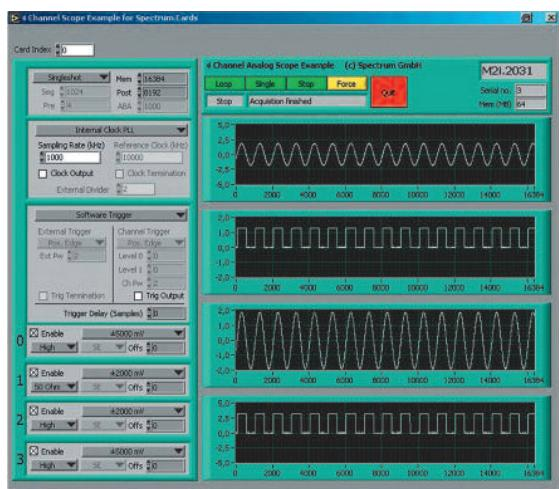

Рис. 39. Вид виртуальной приборной панели в среде LabVIEW, иллюстрирующей использование аналоговых каналов дигитайзера в качестве четырёхлучевого осциллографа
драйверов LabVIEW состоит из нескольких библиотек и некоторых открытых примеров виртуальных инструментов (VI), иллюстрирующих работу с драйвером. Помимо использования этих библиотек все функции драйвера могут быть вызваны непосредственно. На рис. 39 представлен пример, который даёт вам возможность использовать аналоговые каналы платы дигитайзера в качестве простого осциллографа. Здесь показана виртуальная передняя панель осциллографа, которая позволяет с помощью одного или нескольких опросов данных визуализировать до четырёх каналов. Все настройки задающего генератора, режимы и источники запуска, настройки входных каналов могут быть установлены и изменены через интерфейс. Пример показывает работу плат сбора данных с числом каналов вплоть до четырёх, независимых от аналогового разрешения и максимальной частоты опроса дигитайзера.